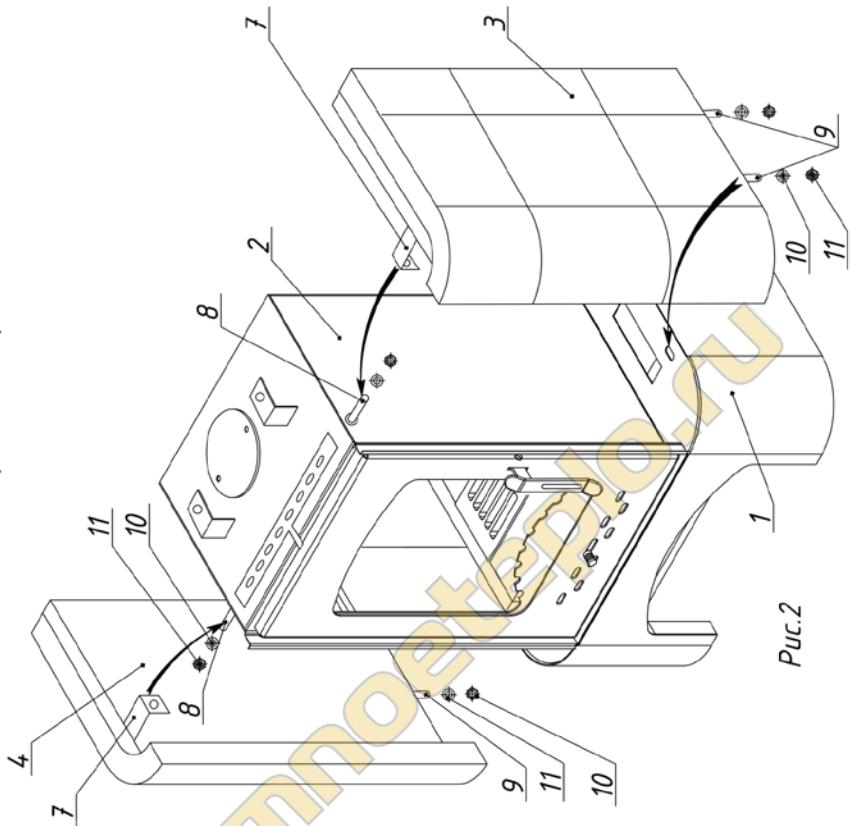

Рис.2
2. Боковые панели 3, 4 вставляются винтами 9 в пазы основания 1 и крепятся гайкой и шайбой 10, 11. Кронштейн 7 крепится к винту 8 на толке 2 шайбой, гайкой 10, 11. (Рис.2)